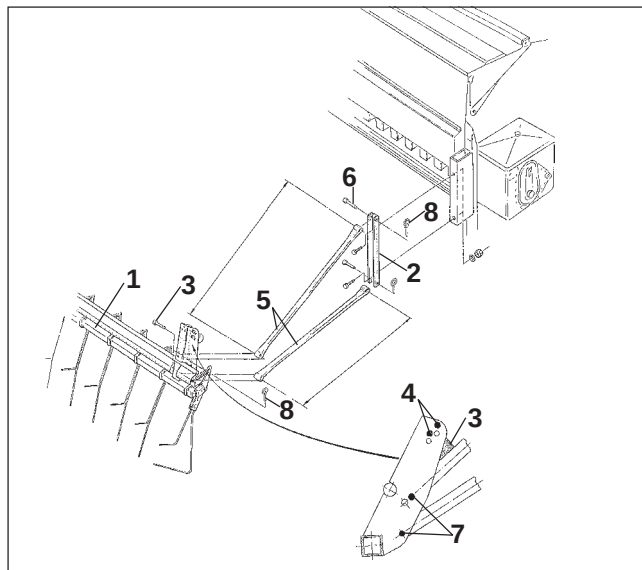

Рис. 11.1
После высева выравниватель типа "эзакт" (Рис. 11.1/1) равномерно закрывает семена землей.
- Резино-металлический буфер (Рис. 11.1/3) прикрутите в отверстия (Рис. 11.1/4).
- Крепежные трубы (Рис. 11.1/5) с болтами (Рис. 11.1/6)
- установить в отверстия (Рис. 11.1/7) креплений выравнивателя типа "эзакт" и
- гнезда (Рис. 11.1/2) и
- закрепить откидными шплинтами (Рис. 11.1/8).